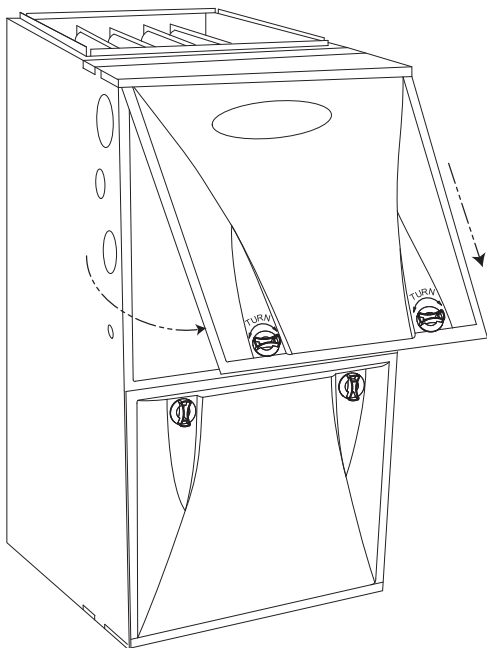

Figure 10 – Retirez la porte principale de la chaudière (configuration à tirage ascendant)
4. Retirez la porte principale de la chaudière. Consultez la figure 10.